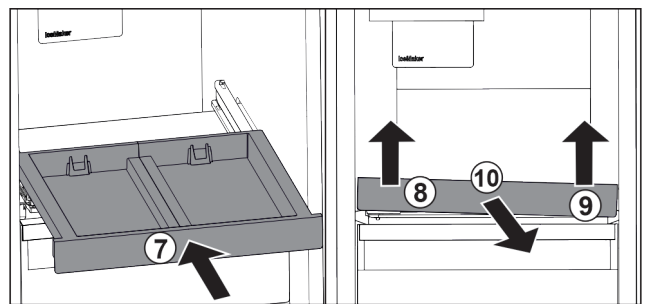

Fig. 82
- ▶ Rentrer le compartiment coulissant. Fig. 82 (7)
- ▶ Soulever le compartiment coulissant au niveau de la partie avant gauche. Fig. 82 (8)
- ▶ Soulever le compartiment coulissant au niveau de la partie avant droite. Fig. 82 (9)
- ▶ Retirer le compartiment coulissant par l'avant. Fig. 82 (10)